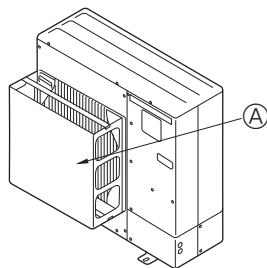

Fig. 2-4
- ② Installer en ekstra luffføring hvis enheten installeres på et sted der sterke vinder, slik som en tyfon osv. kan blåse direkte inn i luftutslippet. (Fig. 2-4)